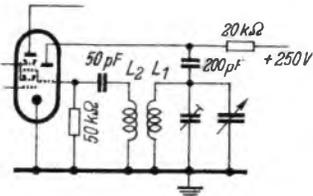
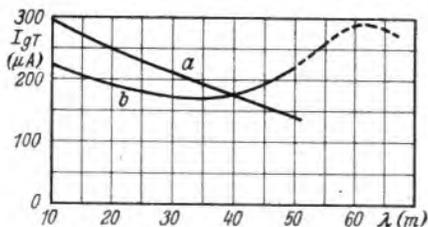

Bild 1. Übliche Oszillatorschaltung für den Kurzwellenbereich
Bild 2. Abhängigkeit des Oszillatorgitterstromes von der Wellenlänge
Bild 1 zeigt die übliche Oszillatorschaltung. Bei 6 MHz beträgt der Resonanzwiderstand des Oszillatorkreises etwa 5 kΩ, während er bei 20 MHz bis auf etwa 15 kΩ ansteigt. Die üblichen Mischröhren benötigen für größte Mischteilheit und geringstes Rauschen eine Oszillatorspannung ($I_{gT} \times R_{gT}$) von etwa 10 V, also bei
- a) für die Schaltung nach Bild 1 (Schwankung + 45% bis -30% vom Sollwert 200 μA)
$R_{gT} = 50 \text{ k}\Omega$ einen Gitterstrom von $I_{gT} = 200 \text{ }\mu\text{A}$. Bei der in Bild 1 dargestellten Schaltung erfordert dies eine sehr feste Rückkopplung. Deshalb wird meist die Windungszahl der Rückkopplungsspule ebenso groß gemacht wie die der Schwingkreisspule. Trotzdem bleibt der Gitterstrom bei 6 MHz noch erheblich unter dem günstigsten Wert, so daß die Mischteilheit absinkt, das Rauschen steigt und der Anodenstrom der Oszillatortriode in vielen Fällen den mit Rücksicht auf die Lebensdauer zulässigen Höchstwert von etwa 6 mA überschreitet. Andererseits ist die Rückkopplung dann am kurzwelligen Ende (20 MHz) zu fest, so daß die Gefahr des Überschwingers (periodisches Aussetzen des Oszillators durch Auftreten von Kipp-schwingungen) besteht und der Gitterableitwiderstand verringert werden muß. Eine zu große Oszillatoramplitude hat außerdem vermehrte Pfeifstellen zur Folge. Durch die feste Rückkopplung wird die Änderung der Gitter-Katodenkapazität, die beim Regelvorgang auftritt, praktisch in ihrer vollen Größe auf den Schwingungskreis übertragen, so daß der Schwundausgleich mit einer erheblichen Frequenzverwerfung (meist mehrere kHz am kurzwelligen Ende) verknüpft ist, wenn man nicht auf eine Regelung der Mischröhre im Kurzwellenbereich verzichtet. Es ist schwer, einen günstigen Kompromiß zu finden und wie Kurve a in Bild 2 zeigt, ist auch hierbei noch die Änderung der Oszillatoramplitude etwa 1:2.
Eine Schaltung, die die beschriebenen Nachteile nicht aufweist, ist in Bild 3 dargestellt. Die Rückkopplungsspule liegt nicht direkt am Gitter, sondern es ist der Serienresonanzkreis L_3, C dazwischen geschaltet. Seine Resonanzfrequenz liegt etwas unter der niedrigsten Frequenz des Empfangsbereichs, also bei 4,75 MHz bzw. 63 m, wenn der Empfangsbereich bis 6 MHz bzw. 50 m reicht. Am kurzwelligen Ende, bei 20...25 MHz, ist der Serienkreis praktisch unwirksam, so daß nun die Rückkopplung nur so fest gemacht zu werden braucht, wie es für eine ausreichende Amplitude notwendig ist, d. h. man benötigt nur halb so viel Rückkopplungswindungen wie in der Schaltung nach Bild 1. Der Abfall der Amplitude nach längeren Wellen wird dadurch vermieden, daß bei Annäherung an die Resonanzfrequenz von L_3, C an L_3 eine überhöhte Spannung auftritt. Die Kurve b in Bild 2 zeigt den bei dieser Schaltung beobachteten Verlauf des Oszillatorgitterstromes. Sie liegt dicht bei dem Sollwert von 200 μA; die Schwankung von etwa 20% ist praktisch bedeutungslos. Ein Vergleich der Kurven a und b zeigt die beträchtliche Verbesserung, die nur eine zusätzliche Spule und einen Kondensator er-
Die Spule L_3 soll möglichst wenig mit L_1 und L_2 gekoppelt sein, man kann sie aber trotzdem ohne Bedenken auf denselben Spulenkörper wickeln. Wenn man die Induktivität von L_3 nicht ausreichend genau vorausbestimmen kann, ist es zweckmäßig, für C einen Trimmer zu benutzen, den man so einregelt, daß das in Bild 2 gestrichelt gezeichnete deutliche Maximum des Gitterstroms bei etwa 4,75 MHz, d. h. 63 m, auftritt. Die Rückkopplungsspule L_2 wird so bemessen, daß bei etwa 20 MHz, d. h. bei 15 m, der Gitterstrom den Sollwert von 200 μA erreicht. Alle genannten Frequenzen sind Empfangsfrequenzen. Die Oszillatorfrequenzen liegen um den Betrag der Zwischenfrequenz höher.